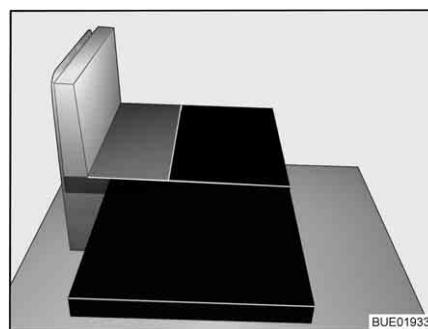

Fig. 34 Dopo la trasformazione
- Adagiare il cuscino aggiuntivo grande sul rivestimento del cuscino (vedere Fig. 34).